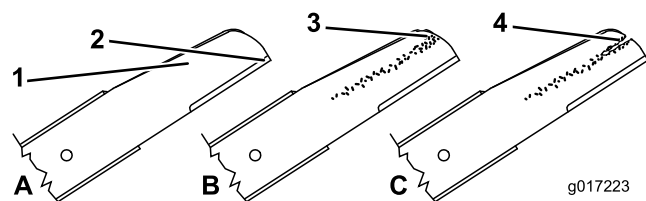

Рисунок 38
1. Осмотрите режущие кромки (Рисунок 38). Если кромки не острые или зазубренные, снимите ножи и заточите или замените их.
2. Осмотрите ножи, обратив особое внимание на состояние их фигурных частей (Рисунок 38). При обнаружении любых повреждений, износа, образования бороздки на этих частях незамедлительно замените ножи новыми.